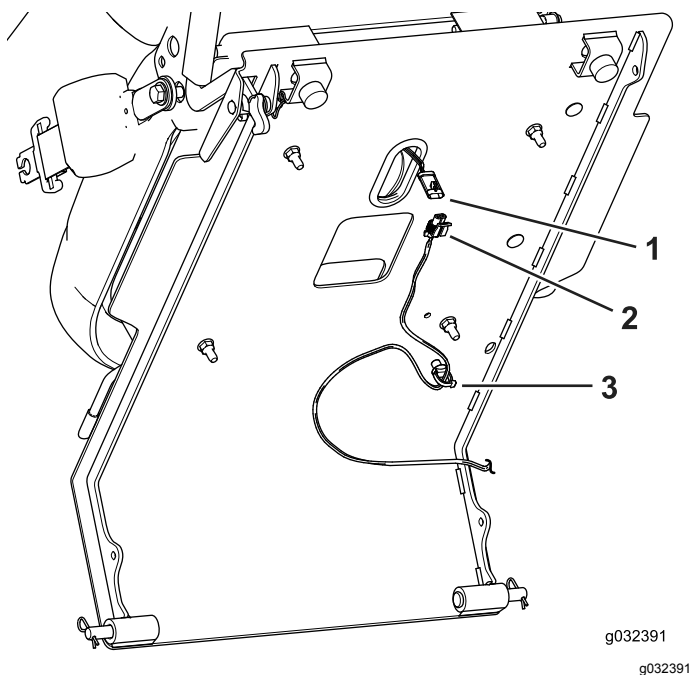

Bild 5
2. Schließen Sie den Sitzschalter an der Unterseite der Sitzplatte vom Kabelbaum ab (Bild 5).
3. Nehmen Sie den Kabelclip von der Unterseite der Sitzplatte ab (**Bild 5**).